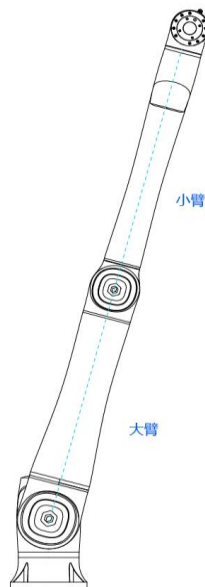

图 2.23 肘关节奇异
- 肘关节奇异位置：机械臂大臂和小臂在一条直线上时，导致奇异。如图 2.23 所示。